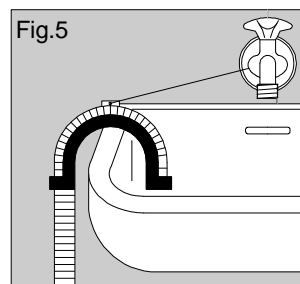

Fig.5
- **Sur le bord d'un lavabo à l'aide d'un coude en plastique livré avec l'appareil (fig.5).**